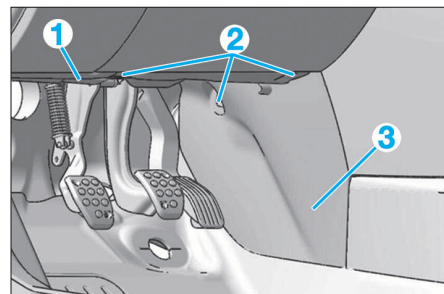

FIG. 15
- Déposer la protection (1) (Fig.15).